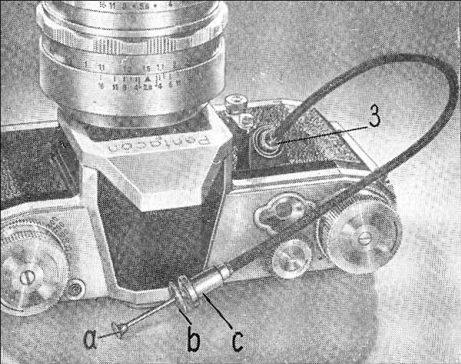

Abb. 4
Für längere Zeitaufnahmen verwendet man einen Spezialdrahtauslöser, der in das Gewinde im Auslöseknopf (3) eingeschraubt wird (Abb. 4). Stellt man den Verschuß auf »B« ein und löst durch Drücken auf den Knopf (a) aus, so bleibt der Verschuß so lange offen, wie die Platte (b) niedergedrückt wird. Für kurze Zeitaufnahmen oder Momentaufnahmen wird die Platte (b) an den Hals (c) gedrückt und durch Rechtsdrehung verriegelt. Dadurch wird die Arretierungsvorrichtung unwirksam.